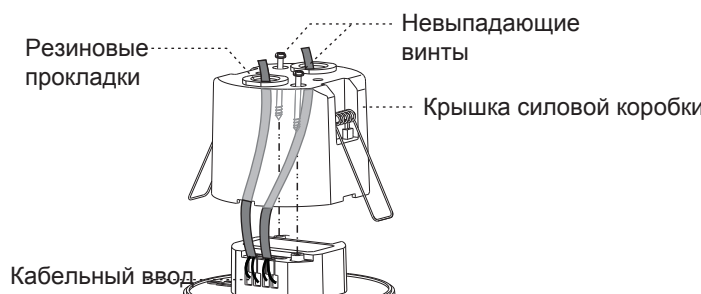

Рис. 10
3.4.2.2 Снимите резиновую прокладку с крышки силовой коробки с помощью отвертки, а затем проведите через нее кабели (см. рис. 10).